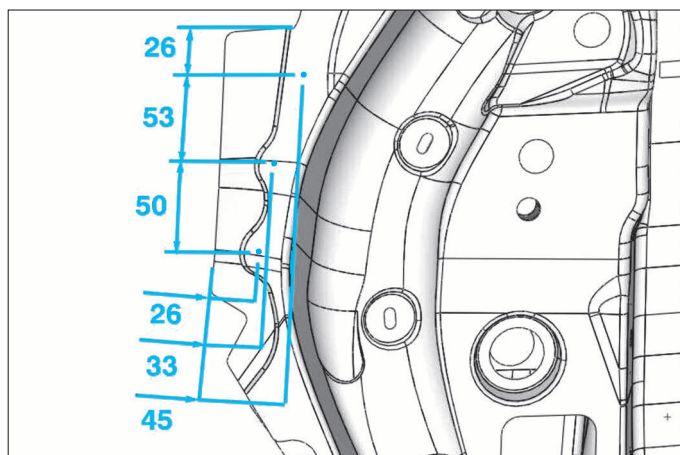

FIG. 53
- Tracer puis percer 3 trous de Ø 6.5 mm suivant les cotes indiquées pour soudage ultérieur par points bouchons (Fig.53).